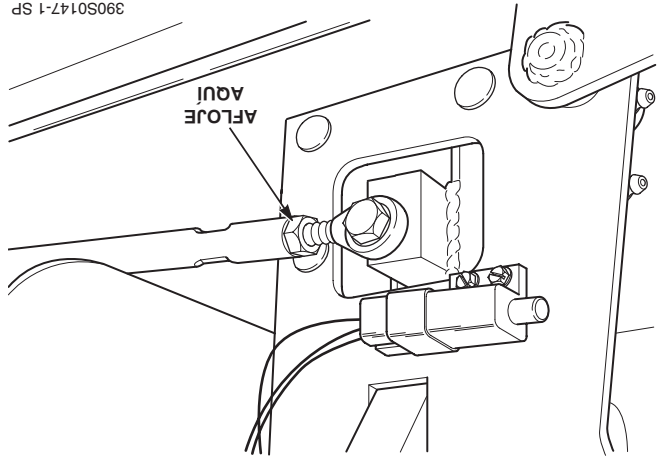

Figura 6-4. Ajuste de la varilla izquierda de control de dirección
Afloje las tuercas de bloqueo que aseguran las juntas de rótula en cada extremo de la varilla de control de dirección del lado izquierdo. Gire la varilla de control para estirar la varilla y apriete las tuercas de bloqueo. Esto causará que la varilla de control golpee menos la bomba del lado izquierdo, disminuyendo la velocidad de la rueda de dicho lado. (Vea la Figura 6-4)
5. Apriete las contratuercas y repita el proceso para la rueda izquierda. (Vea la Figura 6-4)